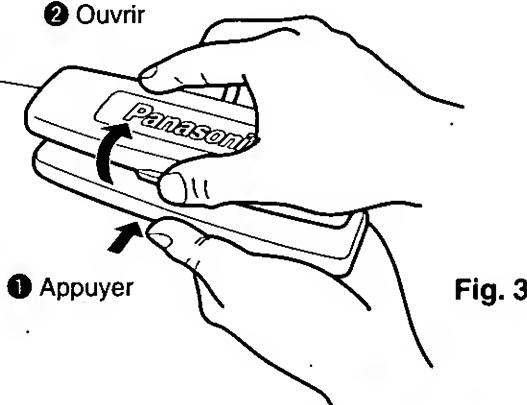

Fig. 3
- ④ Comme illustré à la figure 3, appuyer légèrement sur le bas de l'étui et ouvrir le rabat supérieur. Ranger le panneau dans l'étui. Le panneau peut alors être transporté en toute sécurité.
- ⑤ Étui du panneau avant amovible